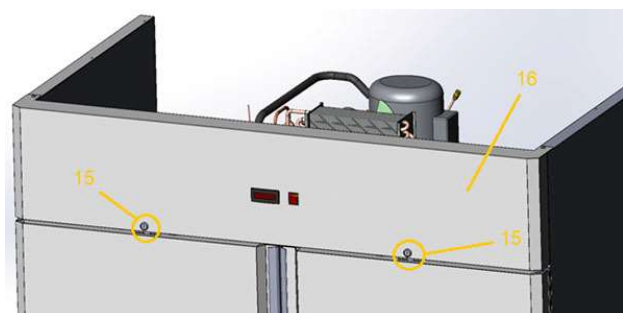

Рис. 16
14. Открыть замки (15) на фронтальной панели (16) ключами (8) – рис. 16.